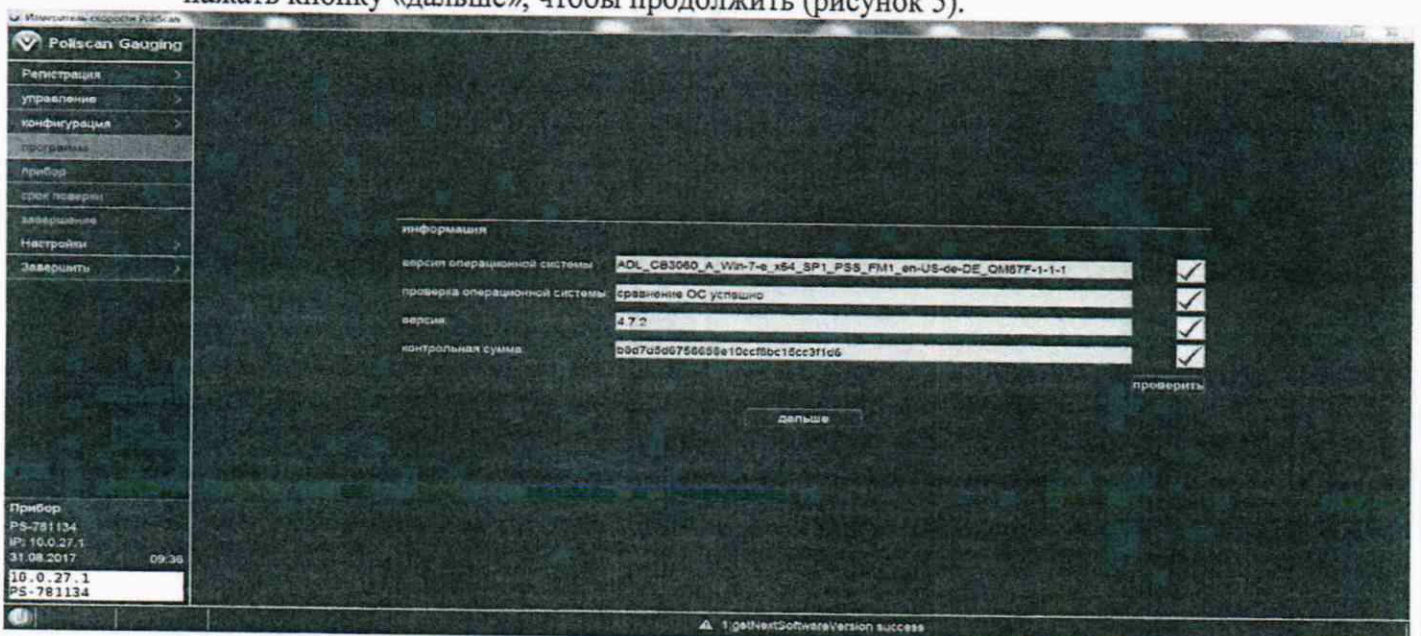

Рисунок 5
- нажать кнопку «далее», чтобы продолжить (рисунок 5).